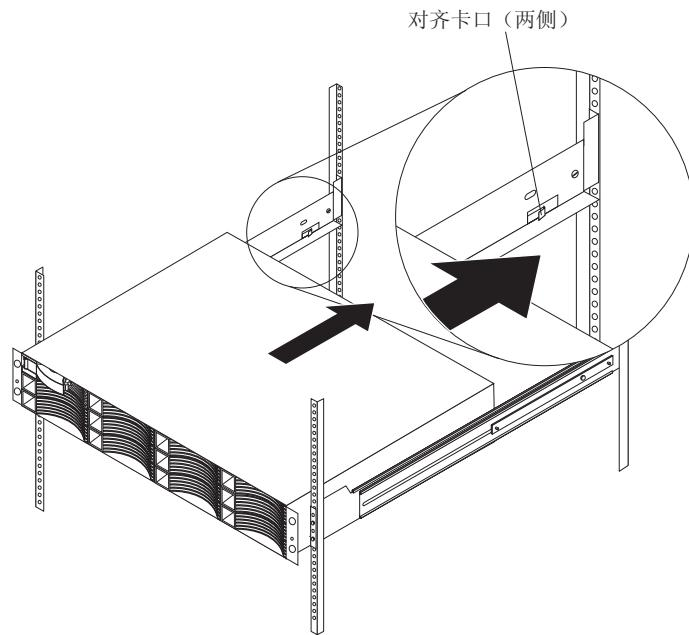
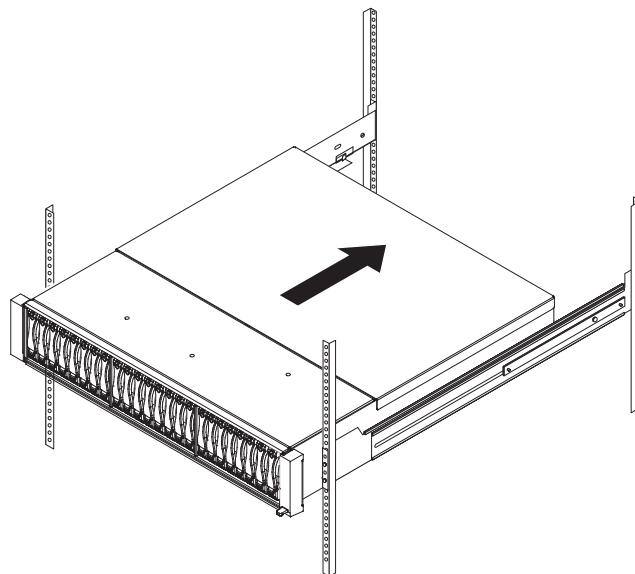

图 9. 将 DS3512 或 EXP3512 放置到机架中
图 10. 将 DS3524 或 EXP3524 放置到机架中
2. 将存储子系统或扩展机柜的后部滑入支撑导轨，如图 9 中的 DS3512 和 EXP3512 以及图 10 中的 DS3524 和 EXP3524 所示。